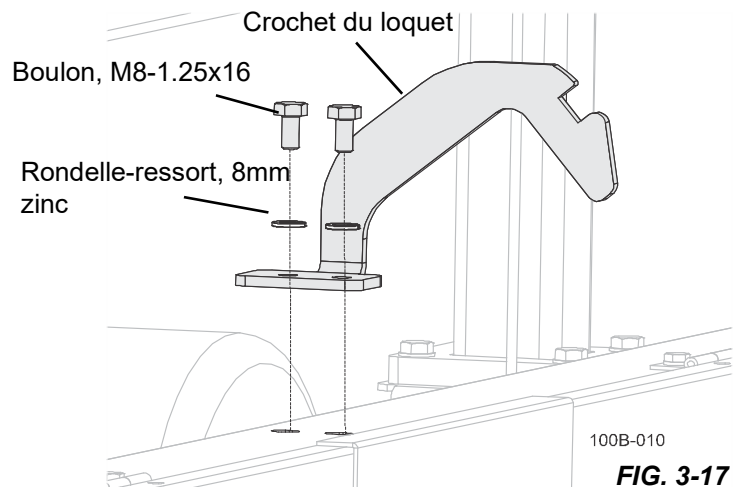

FIG. 3-17
1. Installez le crochet du loquet en haut au centre de la tête de coupe avec les fixations fournies. (Voir FIG. 3-17.)